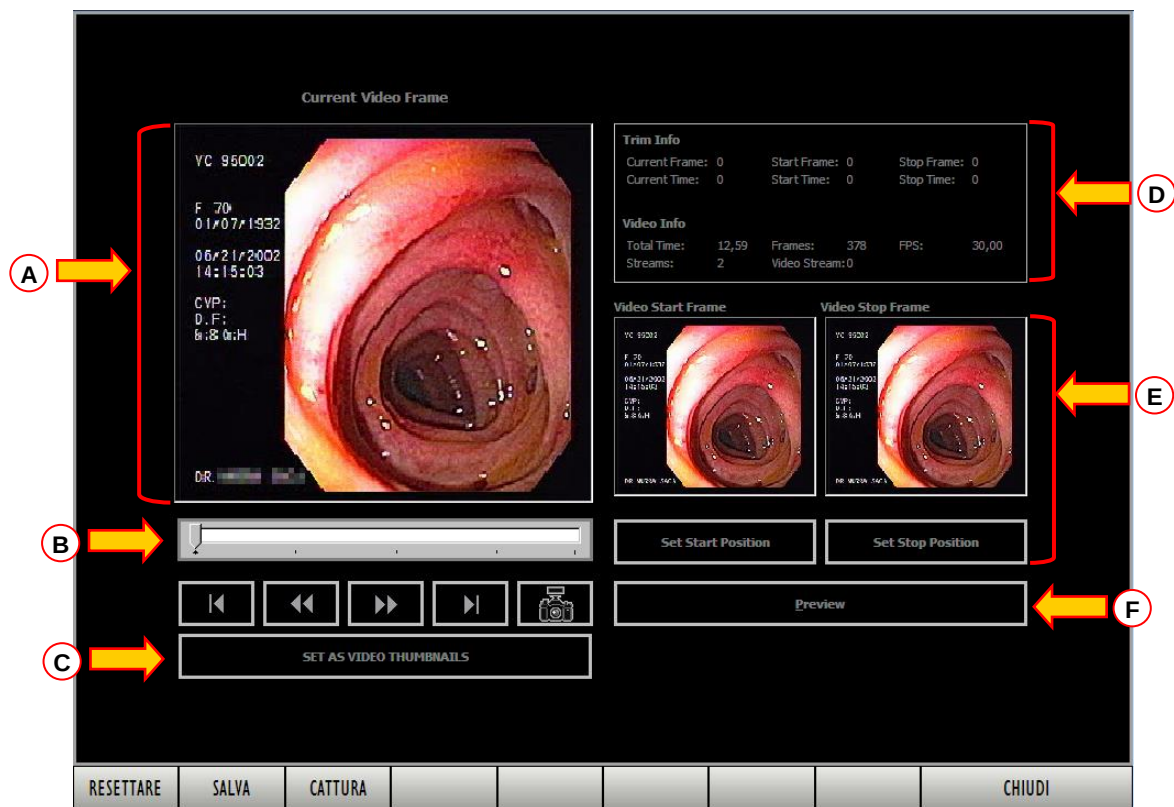
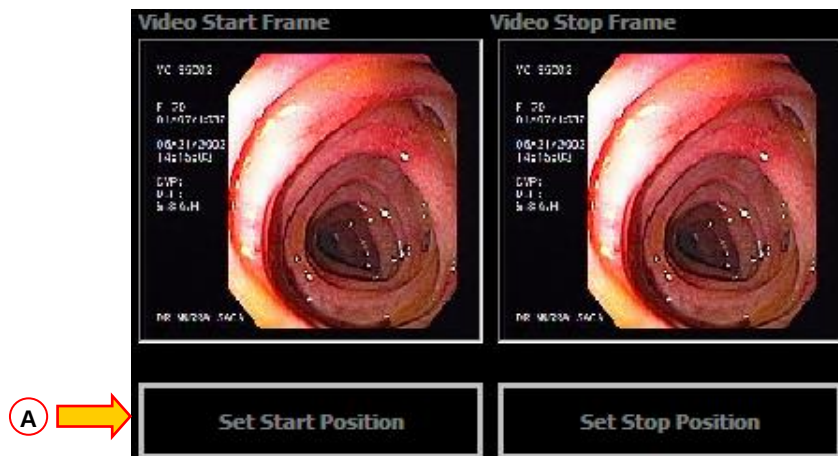

Fig 107 - Opzioni "Trim"
Fig 111 - Impostazione del primo e dell'ultimo fotogramma
Si aprirà la seguente schermata (Fig 107).
La schermata presenta, nell'immagine grande sulla sinistra, il fotogramma correntemente selezionato (Fig 107 A).
Al di sotto dell'immagine c'è una barra che indica lo scorrere del filmato (Fig 107 B).
L'opzione "Set as video thumbnails" (Fig 107 C) posta sotto ai pulsanti, se selezionata, permette di impostare il fotogramma visualizzato come immagine-anteprima del video da visualizzare sulla destra della schermata "dettaglio visita" (imposta l'immagine come "thumbnail" del filmato).
Sulla parte destra della schermata "Trim" (Fig 107) sono presenti ulteriori strumenti di lavoro.
Il riquadro evidenziato in Fig 107 D e riprodotto in grande in Fig 110 permette di visualizzare informazioni dettagliate riguardanti il filmato e le operazioni compiute su di esso.
L'area evidenziata in Fig 107 E e riprodotta in Fig 111 permette di selezionare una porzione del filmato. La porzione così selezionata può essere salvata come filmato a sé stante.
- Cliccare il pulsante **Set Start Position** (Fig 111 A).
- Cliccare il pulsante  (Fig 111 A).